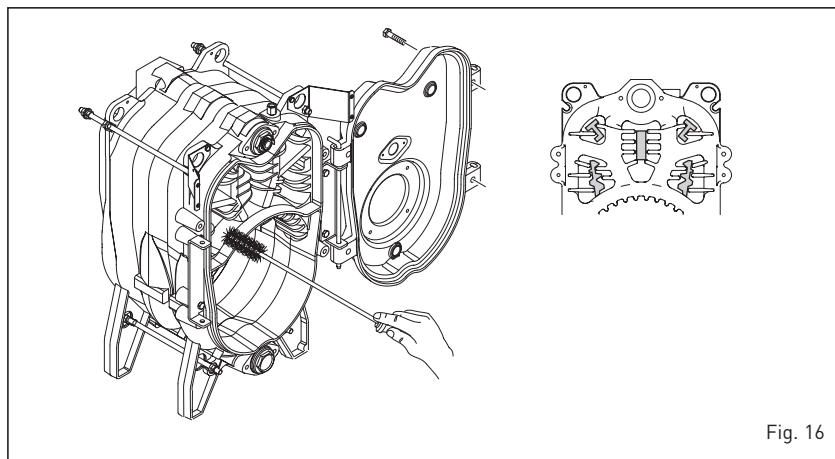

Fig. 16
worden (fig. 16).
4.7.1 Reiniging van de rookgasdoorvoeren (fig. 16)